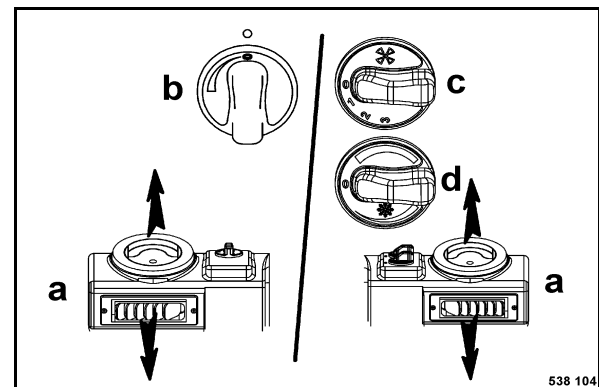

fig. 73
- Au moyen des aérateurs a (fig. 73), diriger le flux d'air vers le bas de la cabine.